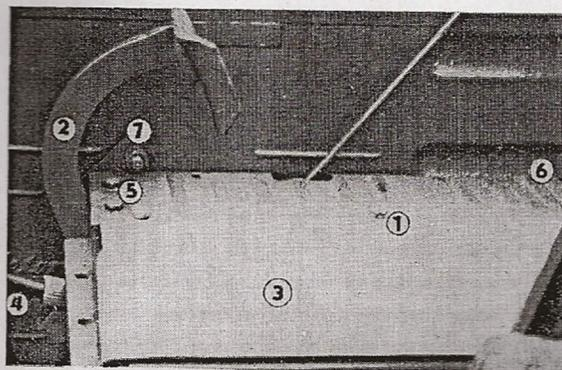

Fig. 93
1. Dévisser les deux vis M 8 (fig. 93/1) du couvre-batterie.
2. Enfoncer un peu la pédale de débrayage (fig. 93/2) et soulever l'avant du couvre-batterie au-dessus de la pédale de débrayage et le déposer en opérant de l'arrière vers l'avant au moteur. (La partie arrière du couvre-batterie est pourvue d'un crochet qui se dégage de la paroi gauche inclinée de la boîte à batterie.)
6. Dévisser les deux écrous M 6 du boulon M 6×10 du plancher (fig. 93/5).
7. Dévisser de la boîte de vitesses la vis M 10×15 serrant le plancher dans la partie arrière de la boîte de vitesses (fig. 93×6).
9. Dévisser les deux écrous M 12 (fig. 93/7) hors des goujons de la patte d'attache du plancher et dévisser la vis M 12×25 de la boîte de vitesses.